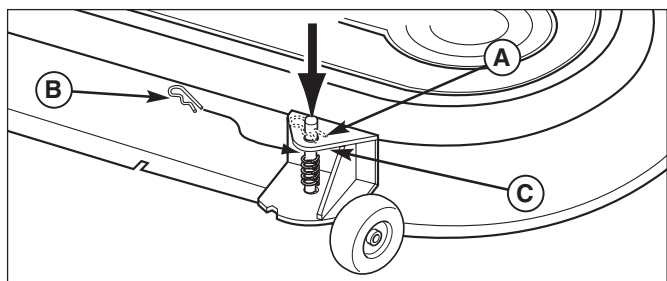

Figure 54. Réglage des roulettes-guides
1. Retirer l'agrafe en épingle à cheveux (A, B, figure 54).
2. Pour la position haute, installer l'agrafe (A) à travers l'axe au-dessus du support (C). Pour la position basse, appuyer sur le dessus de l'axe et installer l'agrafe en épingle à cheveux (B) sous le haut du support (C).